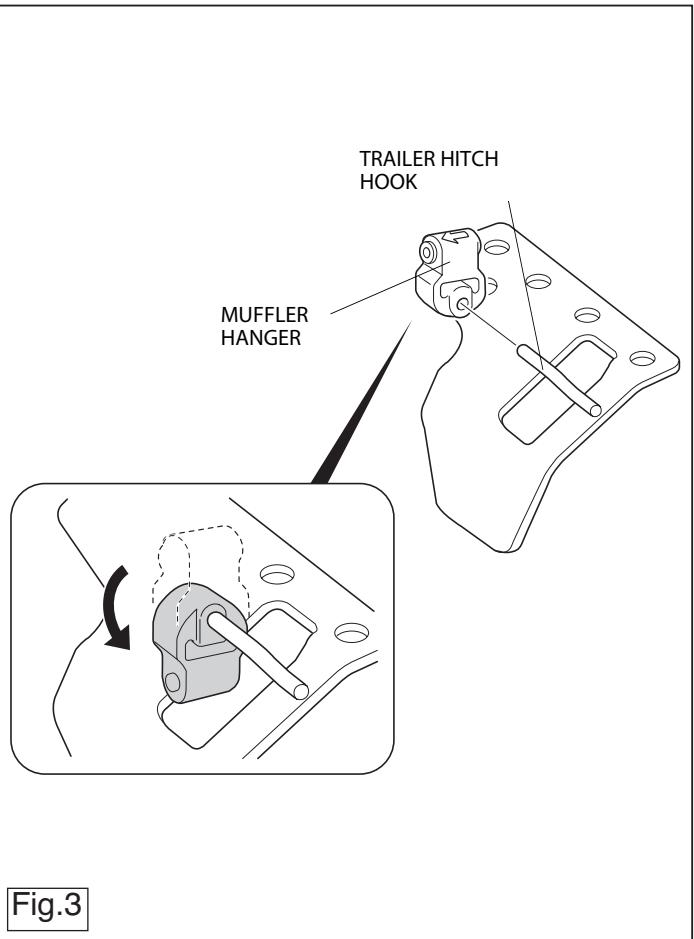

Fig.3
3. Снять резиновое кольцо от удаленного кронштейна для подвески выхлопной трубы и надеть кольцо на приваренный к боковому крюку палец. См. рисунок 3.